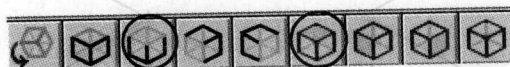

图 1—15 构图面与视角面
3) 单击主菜单中的 [C 绘图] / [R 矩形] / [1 一点]，弹出如图 1—16 所示的一点绘制矩形对话框，在该对话框中将 [宽度] 和 [高度] 均设为“80.0”，默认矩形放置点位置，单击 [确定]。